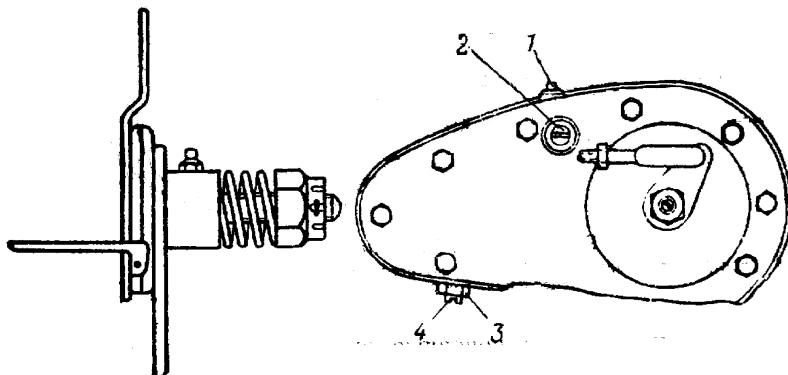

Рис. 28. Фиксатор педали
1. Расшплинтовать гайку 1 (рис. 28) фиксатора.